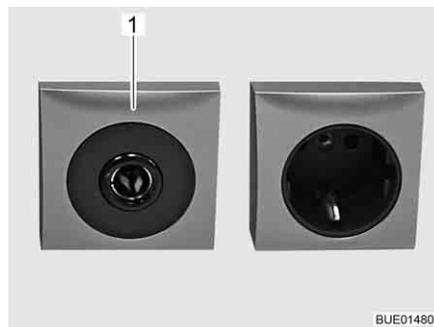

Bild 150 Steckdose 12 V/10 A
- ▷ An die Steckdosen (Bild 150,1) des 12-V-Bordnetzes nur Geräte mit maximal 10 A anschließen.